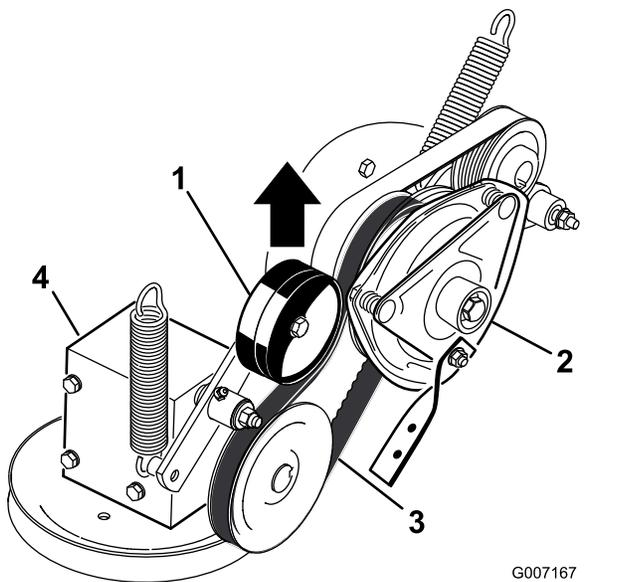

Figura 75
5. Tirate verso l'alto la puleggia tendicinghia caricata a molla per la cinghia di trasmissione della PDF e rimuovete la cinghia dalla puleggia della frizione (Figura 75).
17. Tirate verso l'alto il tendicinghia caricato a molla per la cinghia di trasmissione della PDF e montatelo sulla puleggia della frizione (Figura 75).